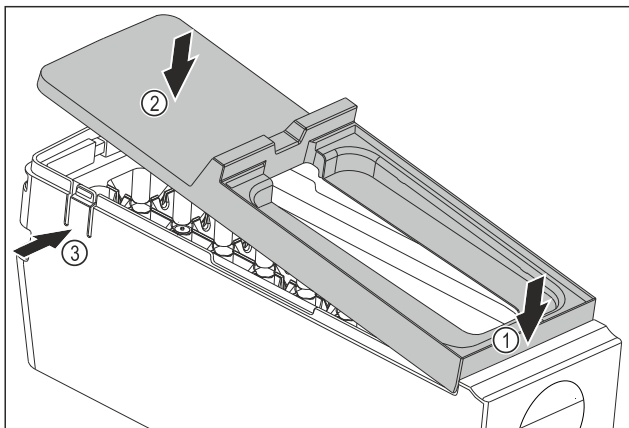

Fig. 113
- ▶ Смонтируйте крышку корпуса EasyTwist-Ice: Установите крышку спереди. Fig. 113 (1)
- ▶ Опустите крышку сзади. Fig. 113 (2)
- ▷ Крышка со щелчком фиксируется в накладках Fig. 113 (3).